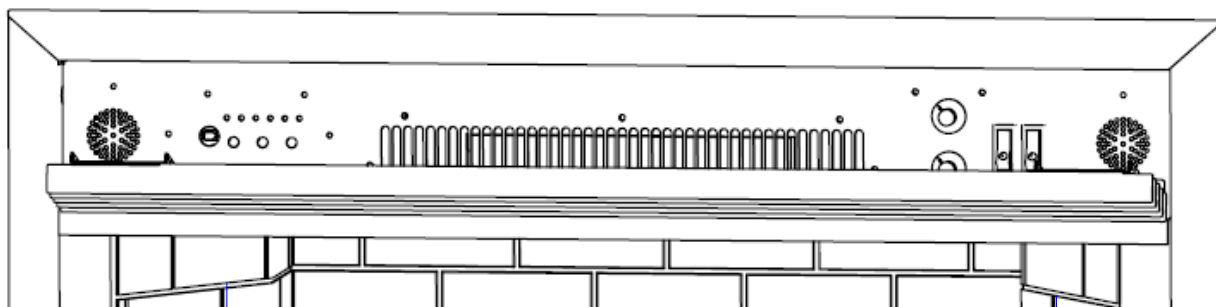

Fig 2
1. Включите питание Fig 2 Нажмите кнопку (Fig 3) эффект пламени включится через 1 минуту